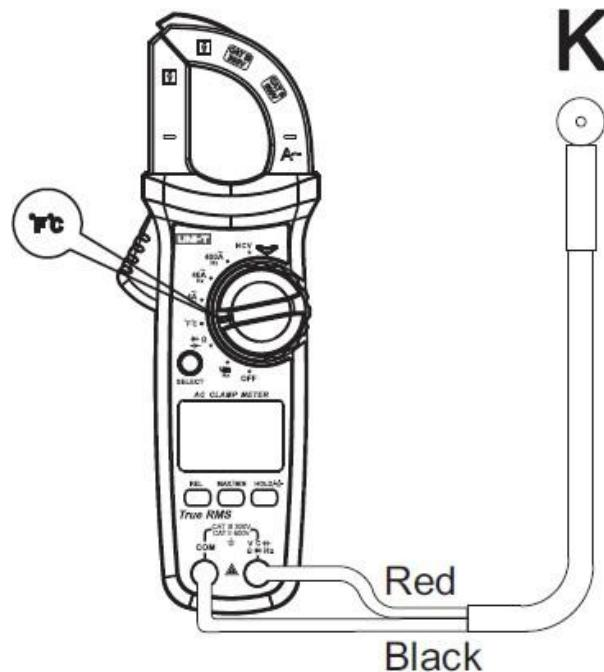

Рисунок 5
7. Измерение температуры (только UT202+) (Рис.5)